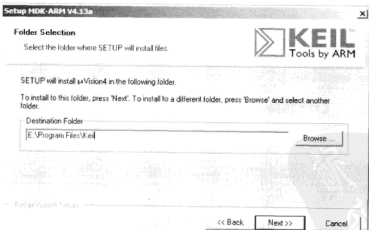

图 4.4.3 选择 Keil MDK 安装路径
- ③ 继续单击 Next, 选择安装路径, 如图 4.4.3 所示。